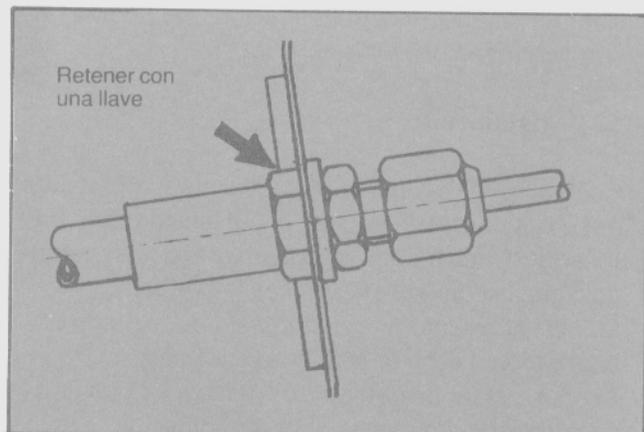

Fig. 69 - Conexión del tramo de caño al flexible.
- Cuando se desconecta una unión de caños (ejemplo: caño del cilindro maestro a rueda delantera derecha) se debe retener la tuerca del flexible con una llave (Fig. 69).